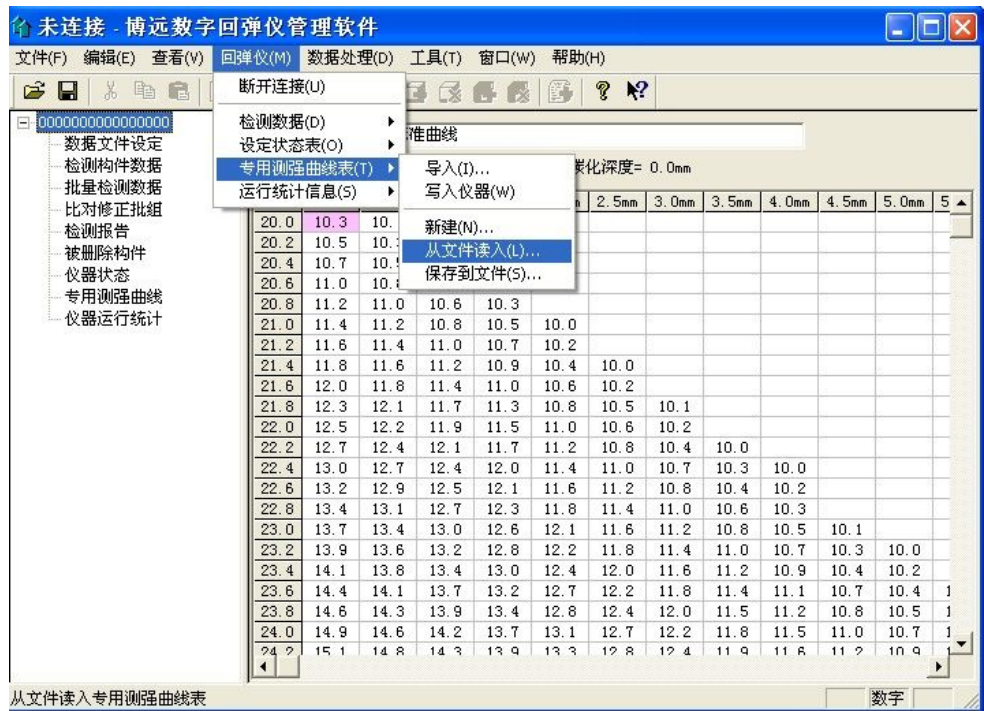

图 1-3
- i. 在回弹仪管理软件菜单上依次点击回弹仪——专用测强曲线表——从文件读入，如图 1-3 所示。